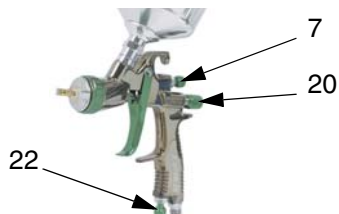

FIG. 3
2. FIG. 3. Pour un débit maximum et pour empêcher une usure prématurée de la buse produit, tourner le bouton de réglage produit (20) vers la gauche jusqu'à ce que la course de la gâchette ne rencontre plus d'obstacle; la gâchette doit pouvoir toucher la poignée du pistolet. Ensuite, tourner encore le bouton d'un 1/2 tour.